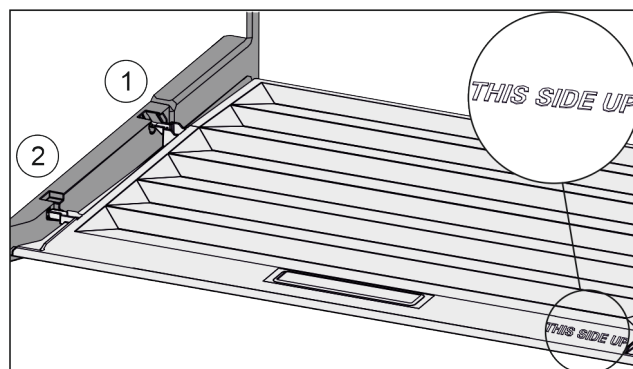

Fig. 90
- ▶ Výstupky víka zaveďte do zadních držáků Fig. 90 (1) a vpředu zaklesněte do držáku Fig. 90 (2).